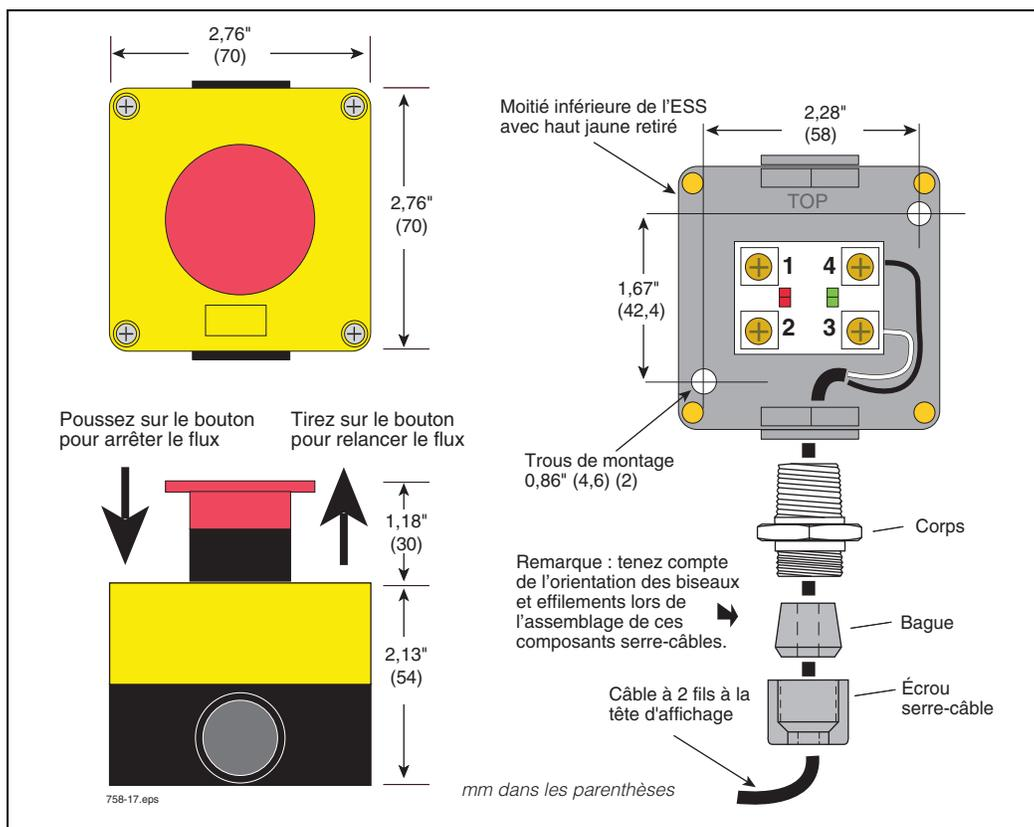

Figure 19. Montage du commutateur d'arrêt d'urgence et schéma de câblage
1. Si vous avez le commutateur ESS en option (réf. : 845900-021), vous devez l'installer sur le camion près de la tête d'affichage. On trouve deux orifices de montage de 0,181" (4,6 mm) de diamètre à la base du commutateur ESS. Vous aurez également besoin d'une longueur de câble à 2 fils pour connecter le commutateur ESS à la tête d'affichage (voir Figure 19).
2. Dévissez la moitié supérieure jaune sur le commutateur ESS et placez-le de côté, de même que le joint. Repoussez l'ouverture inférieure dans la moitié inférieure noire du boîtier du commutateur. Montez la moitié inférieure du commutateur sur le camion à un endroit qui sera rapidement accessible pendant une livraison, avec (2) vis de 0,157" (4 mm). Vissez le raccord serre-câble du kit dans l'ouverture dans la moitié inférieure du commutateur. Desserrez l'écrou serre-câble/bague et poussez une extrémité du câble à 2 fils (noir et blanc) dans le raccord serre-câble et dans le boîtier du commutateur.